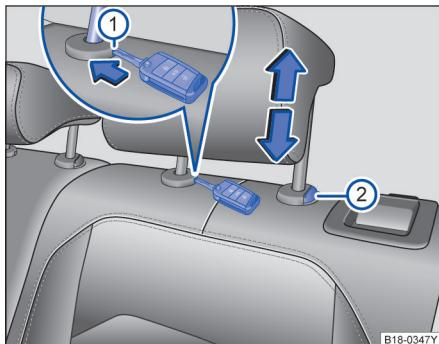

图 65 拆卸和安装后排头枕
- 将打开的轿车钥匙头插入护套的槽内 → 图 65 ①。
- 同时按压按钮②，另一人将头枕完全拔出。